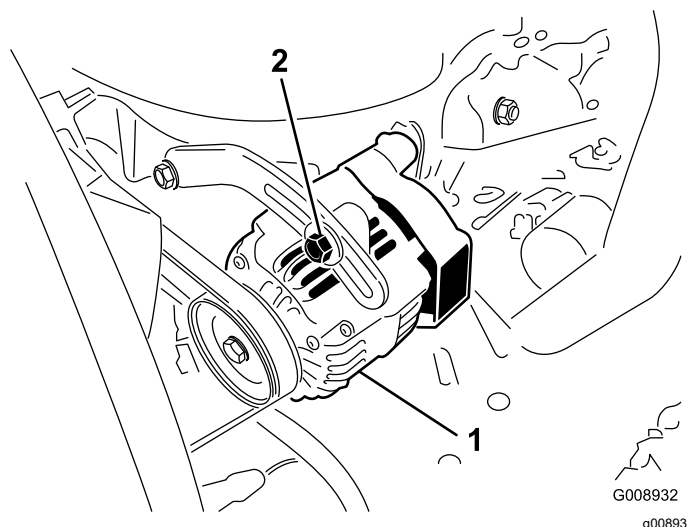

Figure 64
2. Si vous n'obtenez pas une flèche de 10 mm ($\frac{3}{8}$ po), desserrez les boulons de fixation de l'alternateur (Figure 64).